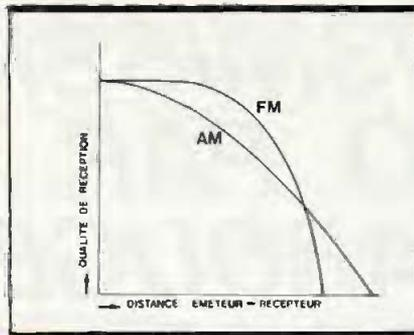

Fig. 1 La modulation de fréquence n'est supérieure à celle d'amplitude que si on fait abstraction de ce qui se passe à la limite d'intelligibilité.
Cependant, cette amélioration n'est pas inconditionnelle. En effet, si les modulations d'amplitude (AM) et de fréquence (FM) coexistent, en matière de radiodiffusion, c'est que chacune a ses avantages. La figure 1 illustre une comparaison (nécessairement subjective, donc approximative) entre les deux procédés. Alors que la qualité de l'AM décroît à peu près régulièrement avec la distance entre émetteur et récepteur, la FM présente, toutes choses égales par ailleurs, un palier de qualité exprimant une nette supériorité aux distances faibles et moyennes. Au-delà de ce palier, la qualité de la FM décroît rapidement, et il existe même une plage extrême, sur laquelle la modulation d'amplitude est encore intelligible (avec quelque peine), alors que la modulation de fréquence ne l'est plus.
Lors de conditions de réception correspondant à l'intersection des courbes AM et FM de la figure 1, la puissance du bruit de perturbation est la même, dans les deux cas. Il en est dif-